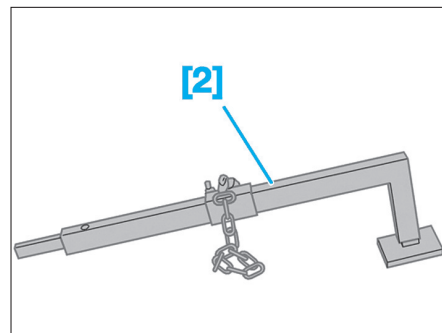

Fig. 6
- [2]. Levier de désaccouplement des rotules de pivot (Ref.0622) (Fig.6).